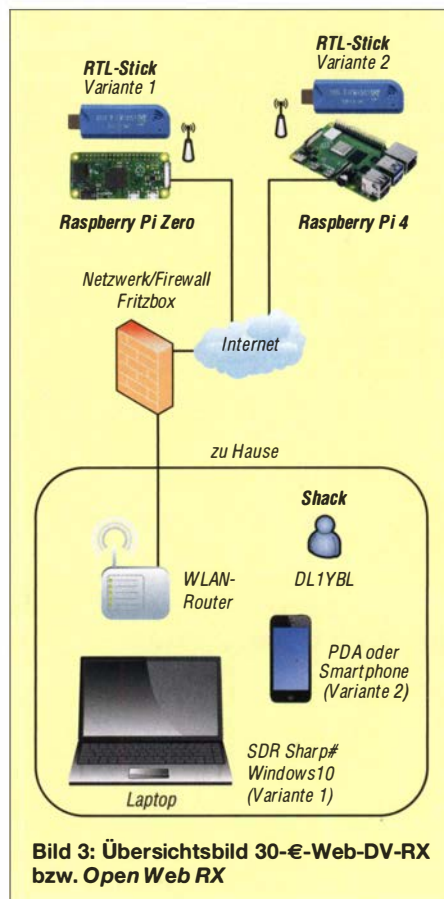

Bild 3: Übersichtsbild 30-€-Web-DV-RX bzw. Open Web RX
ternet- oder (W)LAN-Verbindung besteht (Bild 3). Am anderen Ende kommt ein Computer zum Einsatz, der die über das lokale Netzwerk bzw. Internet übertragenen I/Q-Datenströme empfängt und letztlich hör- bzw. sichtbar macht.
Firewall freizugeben. Vernünftigerweise startet man, je nach Internetverbindung, mit der niedrigsten Abtastrate und steigert diese ggf. Eine niedrige Abtastrate bewirkt lediglich, dass man nicht volle 2 MHz in SDR# sehen kann, sondern nur ein paar Hundert Kilohertz, was zum Hören eines oder mehrerer Kanäle allemal ausreichend ist (Bild 3).